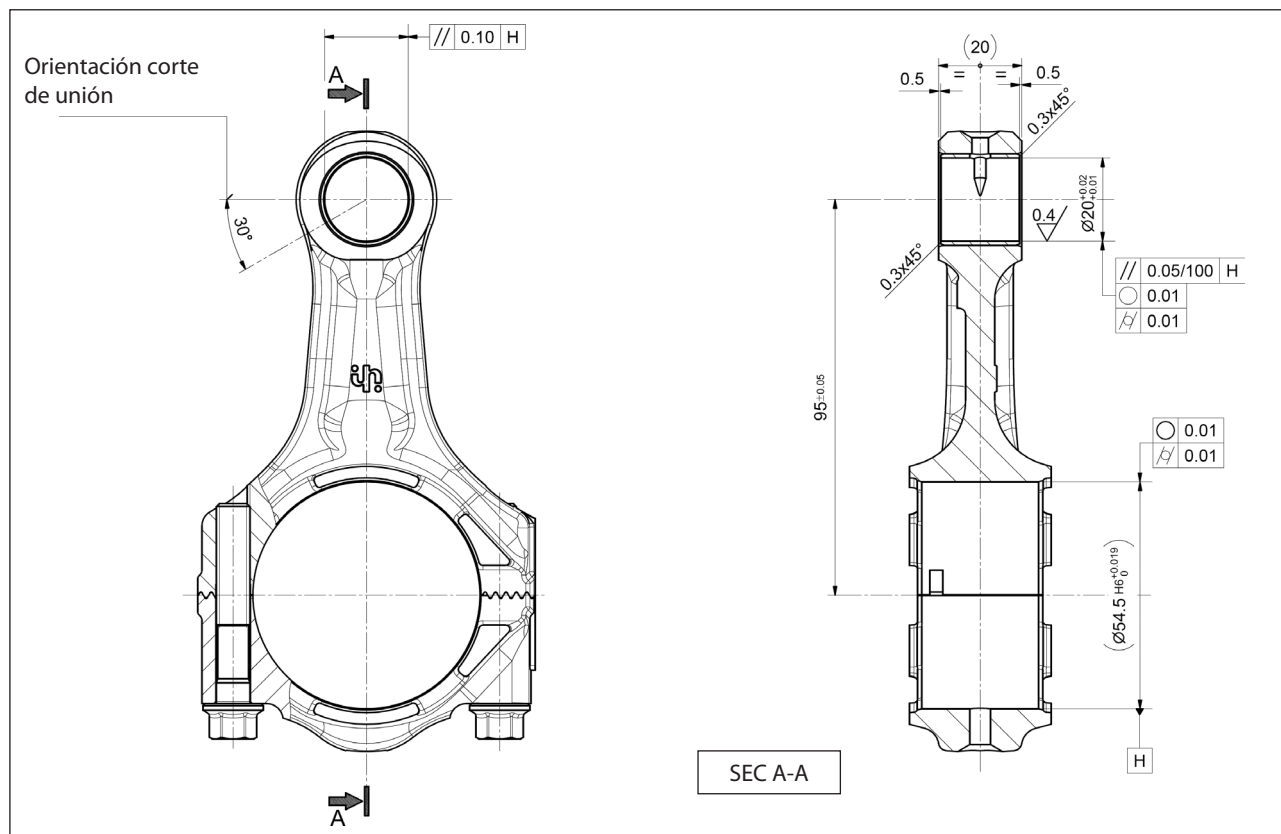

Fig. 48
- A continuación realizar trabajos mecánicos respetando obligatoriamente las dimensiones y tolerancias mostradas en la Fig. 48.
A continuación realizar trabajos mecánicos respetando obligatoriamente las dimensiones y tolerancias mostradas en la Fig. 48.